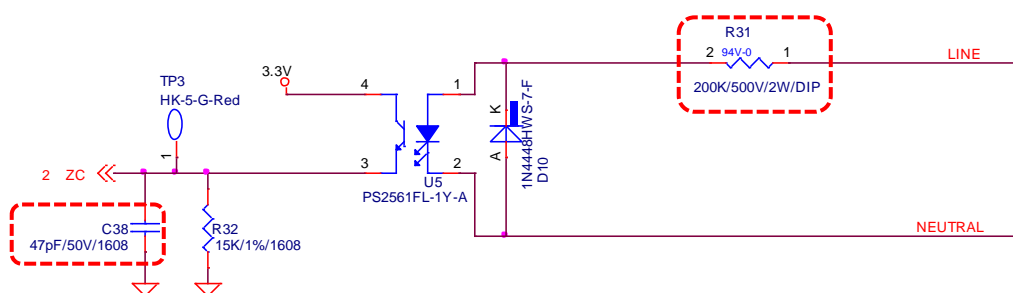

Figure 3-10 ゼロクロス検出回路の例
- ・ PLC ボードに搭載されるゼロクロス検出回路の例を Figure 3-10 に示します。